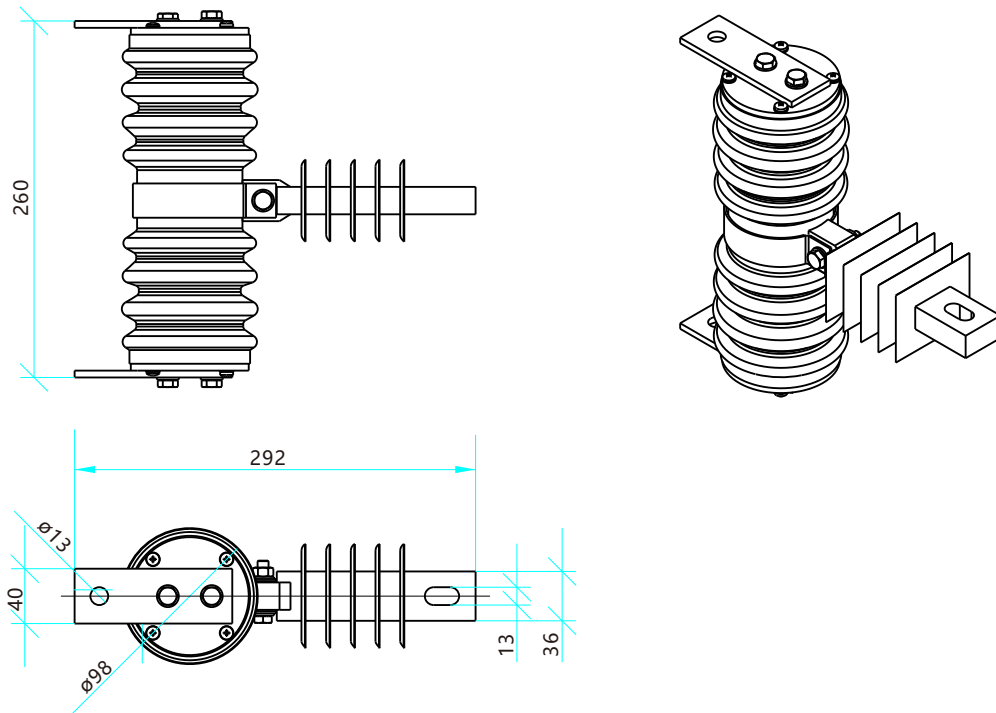

图5 12kV产品外形尺寸
- 如图5所示，产品有变压器上安装和横担安装两种安装方式。安装于变压器高压瓷套上时，无须使用硅橡胶绝缘托架；在横担上安装时，使用硅橡胶绝缘托架，将其用M10螺栓固定在横担上。两种方式，均须将产品串联到避雷器和高压套管之间，不可将其连接到避雷器外侧（即不可接于高压保险和避雷器之间）；